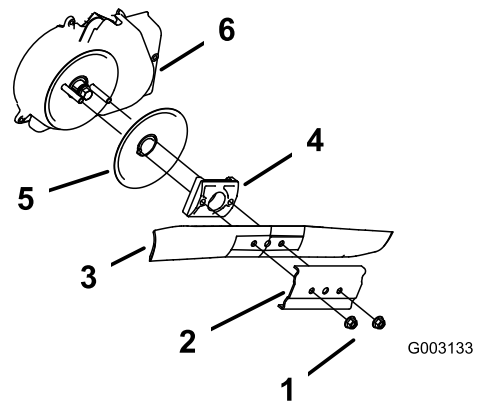

Figura 48
- Togliete i due dadi della lama ed il rinforzo (Figura 48).
- Togliete la lama (Figura 48).
- Togliete il giralama e il disco antistrappo (Figura 48).
- Rimuovete il carter del sistema di arresto della lama (Figura 48).
- Montate la lama ed il rinforzo con i due dadi della lama rimossi al punto (Figura 48).